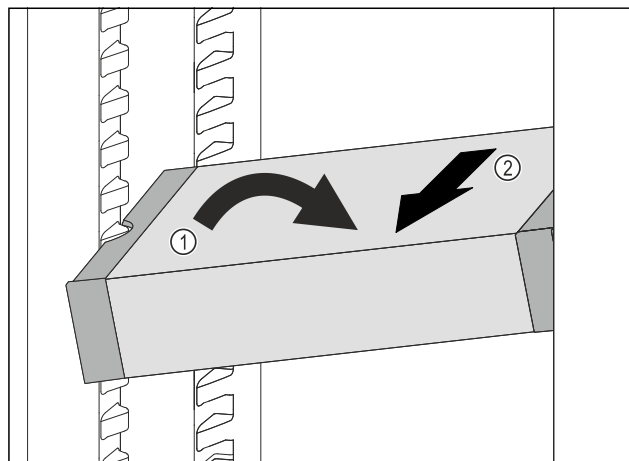

Fig. 103
- ▶ Stil VarioSafe på skrå ind i kølesectionen. Fig. 103 (1)
- ▶ Tag VarioSafe ud fremefter. Fig. 103 (2)